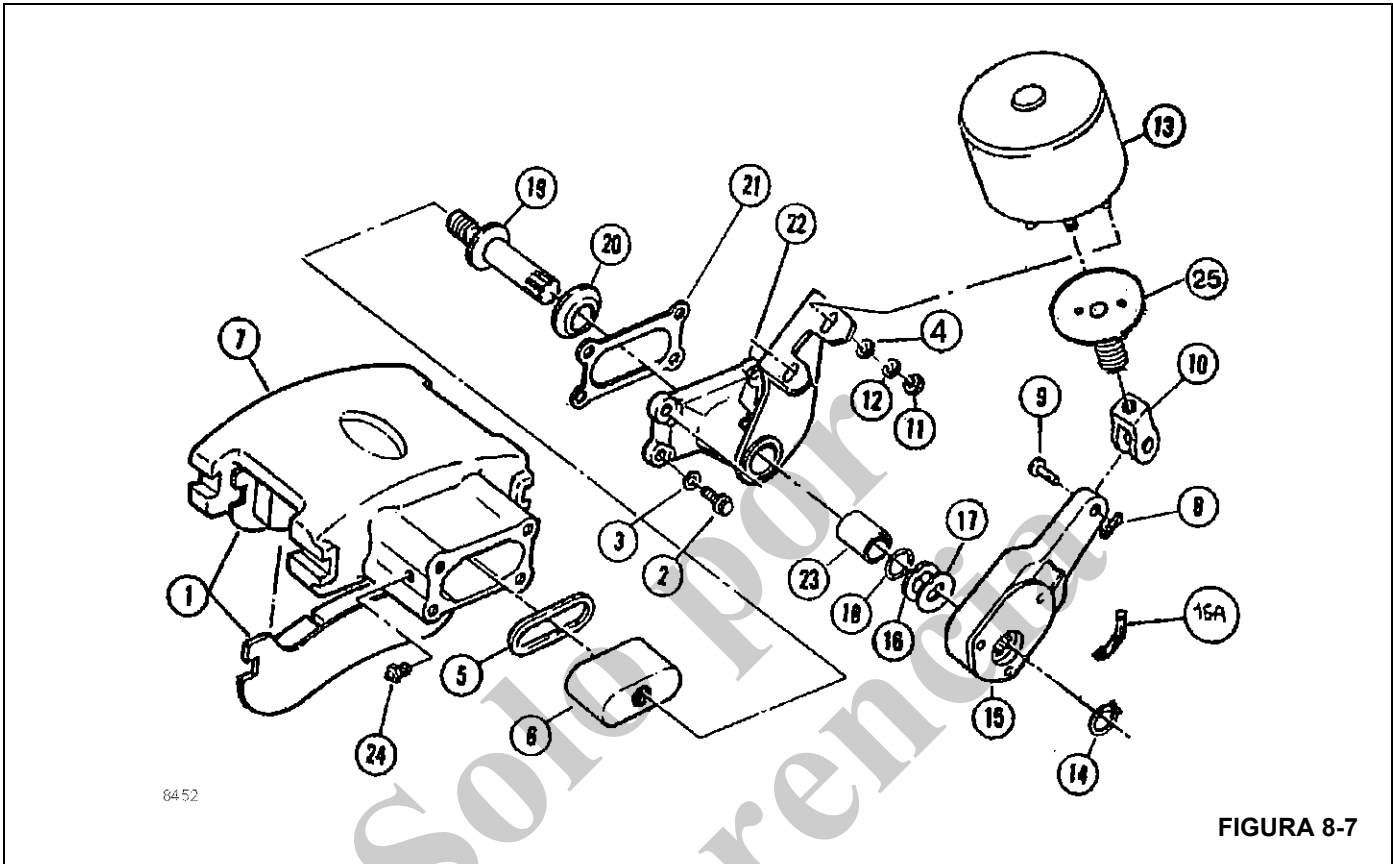

FIGURA 8-7
La serie de los conjuntos del cabezal del freno que se mencionan en este manual constan de una pinza (7) (Figura 8-7), un ajustador de holgura automático o manual (15) y un accionador de resorte hidráulico (13).